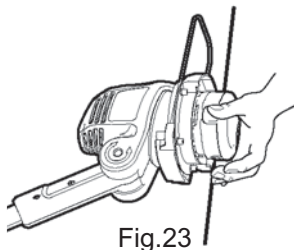

Fig.23
- ① Débranchez l'appareil.
- ② Retournez-le de manière à ce que la tête de coupe soit orientée vers le haut.
- ③ Appuyez simultanément sur les deux ergots de verrouillage situés de part et d'autre de la tête de coupe (fig.23).